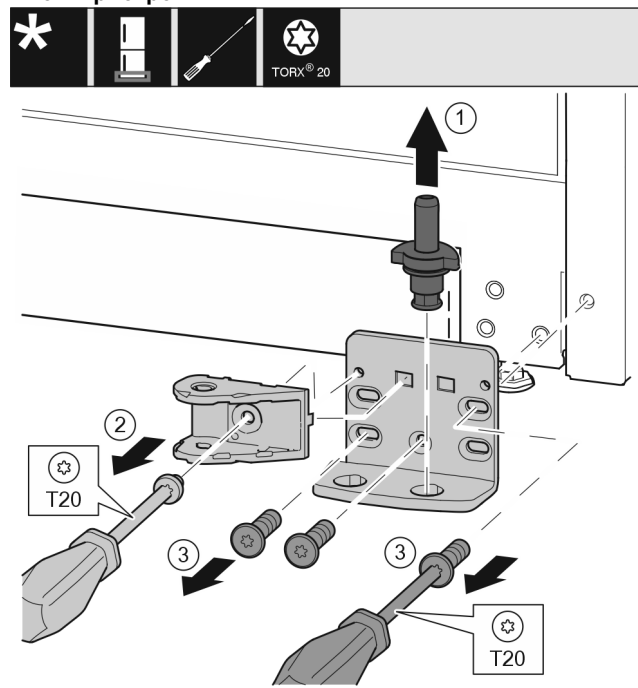

Fig. 34 *
- ▶ Опорний гвинт цілком витягніть рухом вгору. Fig. 34 (1)*
- ▶ Викрутіть гвинт за допомогою викрутки T20 та зніміть з'єднувальний елемент демфера. Fig. 34 (2)*
- ▶ Викрутіть гвинти за допомогою викрутки T20 та зніміть опорний кронштейн. Fig. 34 (3)*